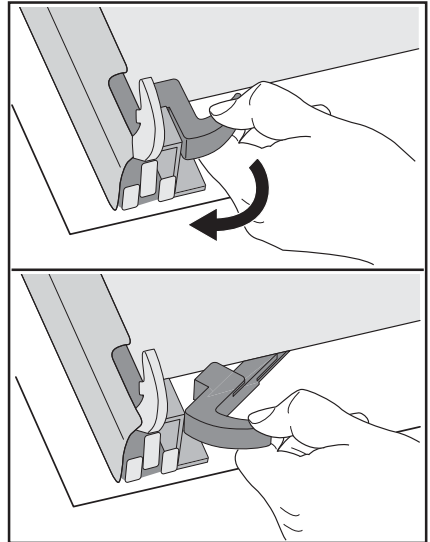

Fig. 5
7. Libérez le système de verrouillage pour extraire les vitres internes (Fig. 5).